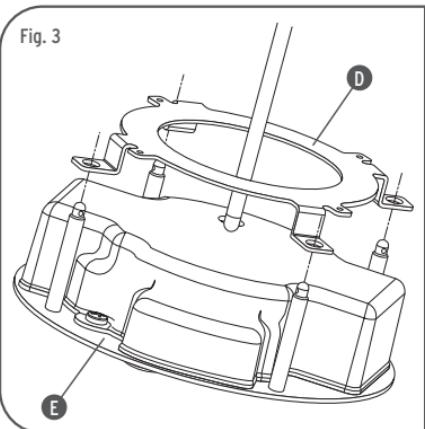
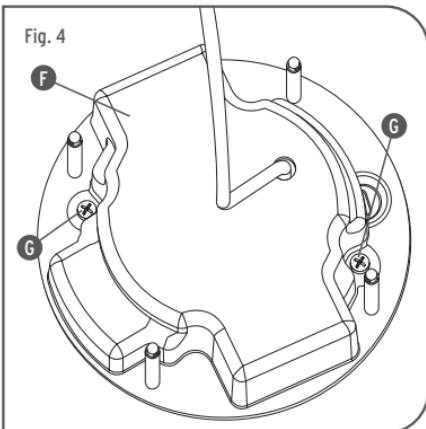

Fig. 3
Fig. 4
<IT> Fig.3 Separare l'anello di regolazione (D) dall'attacco a muro (E); Fig.4 Rimuovere la protezione (F) svitando le viti (G).
<GB> Fig.3 Separate the control ring (D) from the wall mount (E); Fig.4 Remove the protection (F) unscrewing the screws (G).
<DE> Abb.3 Den Einstellring (D) von der Lampenhalterung (E) für die Wand abmontieren; Abb.4 Schutzabdeckung (F) durch Aufschrauben der Schrauben (G) abnehmen.
<FR> Fig.3 Séparer l'anneau de réglage (D) de l'attache murale (E); Fig.4 Oter la protection (F) en dévissant les vis (G).
<ES> Fig.3 Separar el anillo de regularización (D) del soporte a pared(E); Fig.4 Quitar la protección (F) desatornillando los tornillos (G).
<PT> Fig.3 Separar o anel de regulação (D) do suporte de parede (E); Fig.4 Remover a proteção (F) desaparafusando os parafusos (G).
<RUS> Рис.3 Отделить регулировочное кольцо (D) от настенного крепления (E); Рис.4 Снять защиту (F), отвинчивая винты (G).